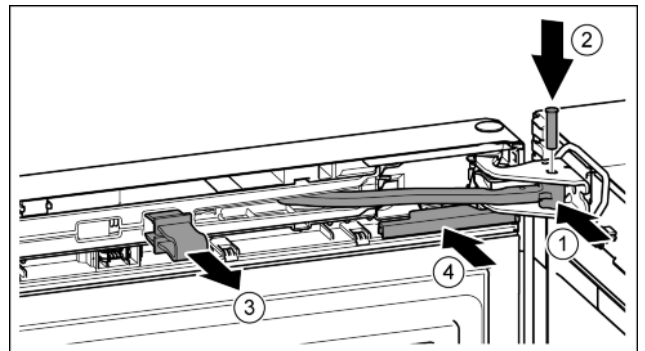

Fig. 42
- Tourner l'articulation dans le support de palier. Fig. 42 (1)
- Introduire le boulon dans le support de palier et l'articulation. Veiller à ce que l'ergot d'encliquetage repose correctement dans la rainure. Fig. 42 (2)
- Enlever l'arrêt. Fig. 42 (3)
- Enfiler le cache. Fig. 42 (4)